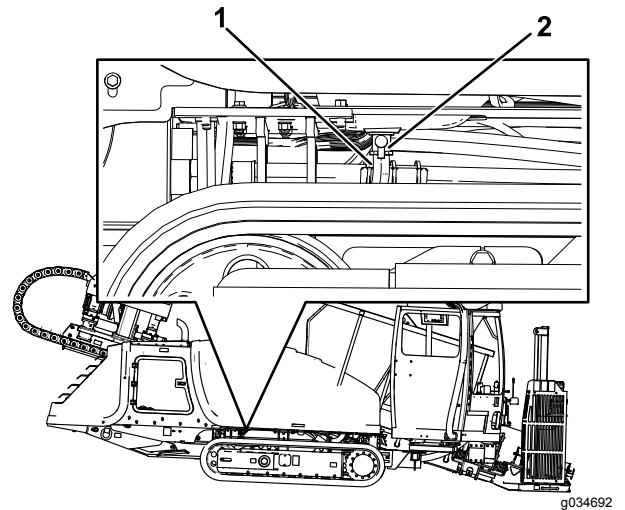

Figura 94
2. Tire hacia arriba con cuidado de la manguera de drenaje (Figura 94) y coloque el extremo de la manguera en un recipiente de drenaje.
3. Abra la válvula de drenaje (Figura 94).
5. Cuando el aceite deje de fluir, cierre la válvula de drenaje (Figura 94).
6. Coloque la manguera de drenaje en su posición inicial (Figura 94).